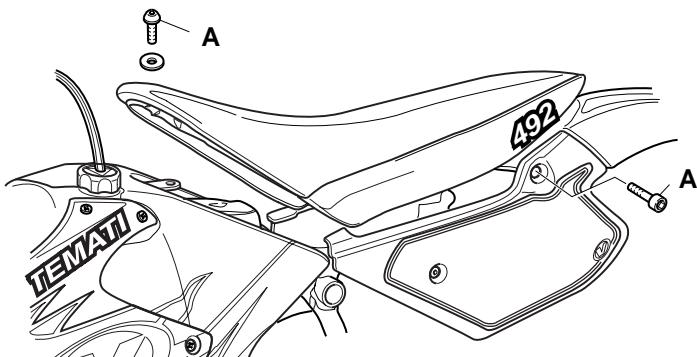

Fig. 36
1. Allentare le 3 viti "A" (Fig. 36) di bloccaggio della sella (una per lato) e sollevarla.
1. Unscrewing the 3 vines "A" ([Fig. 36] of bloking of saddle (one for side) and riseing.
1. Nach Lösen der 3 Schrauben "A" (Abb.36) (zur Sattelblockierung) den Sattel heben.
1. Desserrez les 3 vis "A" (Fig. 36) de verrouillage qui retiennent la selle (une de chaque côté) et la soulever.